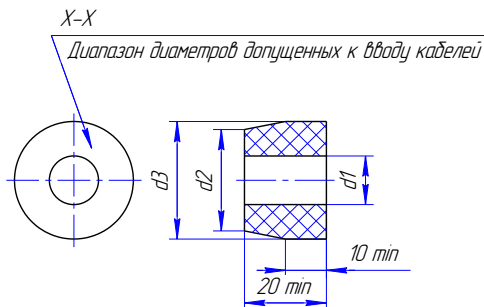

Рисунок 4. Чертеж средств взрывозащиты (продолжение). Кабельный ввод.
- кабельные вводы (см. рисунок 4) выполнены в соответствии с требованиями ГОСТ 31610.0, ГОСТ IEC 60079-1. Клапан должен применяться с кабельными вводами завода изготовителя или с другими кабельными вводами, которые обеспечивают защиту вида взрывонепроницаемая оболочка "d" уровень взрывозащиты 1, подгруппу IIC и степень защиты оболочки не ниже IP66. Кабельные вводы должны иметь температурный диапазон от минус 50 до плюс 60°С для обычного исполнения привода и от минус 60 до плюс 60°С для привода исполнения **ХЛ**;
- 1** - Модуль СФУ, **2** - Стакан (Сталь 09Г2С ГОСТ 19281-89/Сталь 20ГЛ ГОСТ 977-88), **3** - Кабельный ввод (варианты см. рисунок 4), **4** - Катушка (АГ-4В, провод ПЭТВ-2), **5** - Фланец (09Г2С ГОСТ 19281-89), **6** - Крышка (Сплав АМг6 ГОСТ 4784-97/09Г2С ГОСТ 19281-89), **7** - Болт М6-6х16.58.019 ГОСТ 7805-70, **8** - Винт А8х12 А2 DIN 127, **9** - Шайба 6 65Г.019 ГОСТ 6402-70, **10, 11** - Кольцо уплотнительное (РС-26Ч ТУ 2539-021-46521402-2007/ИРП-1267 НТА ТУ 38 0051166-2015), **14** - Табличка (Сплав АМг2 ГОСТ 4784-97), **18** - Закlepка 2х3 ГОСТ10299-80 (сплав АМг5 ГОСТ4784-97), **19** - Гайка М4-6Н.5.019 ГОСТ 5915-70, **20** - Шайба 4 65Г.019 ГОСТ 6402-70, **21** - Шайба А. 4.01.019 ГОСТ 11371-78, **22** - Шпилька (09Г2С ГОСТ 19281-89), **25** - Трубка разделительная (14Х17Н2 ГОСТ 5632-72/12Х18Н10Т ГОСТ 5632-72), **26** - Штифт (12Х18Н10Т ГОСТ 5632-72), **27** - Болт М5-6х16.58.019 ГОСТ 7805-70, **28** - Шайба А 5.01.019 ГОСТ 11371-78, **29** - Шайба 5 65Г.019 ГОСТ 6402-70